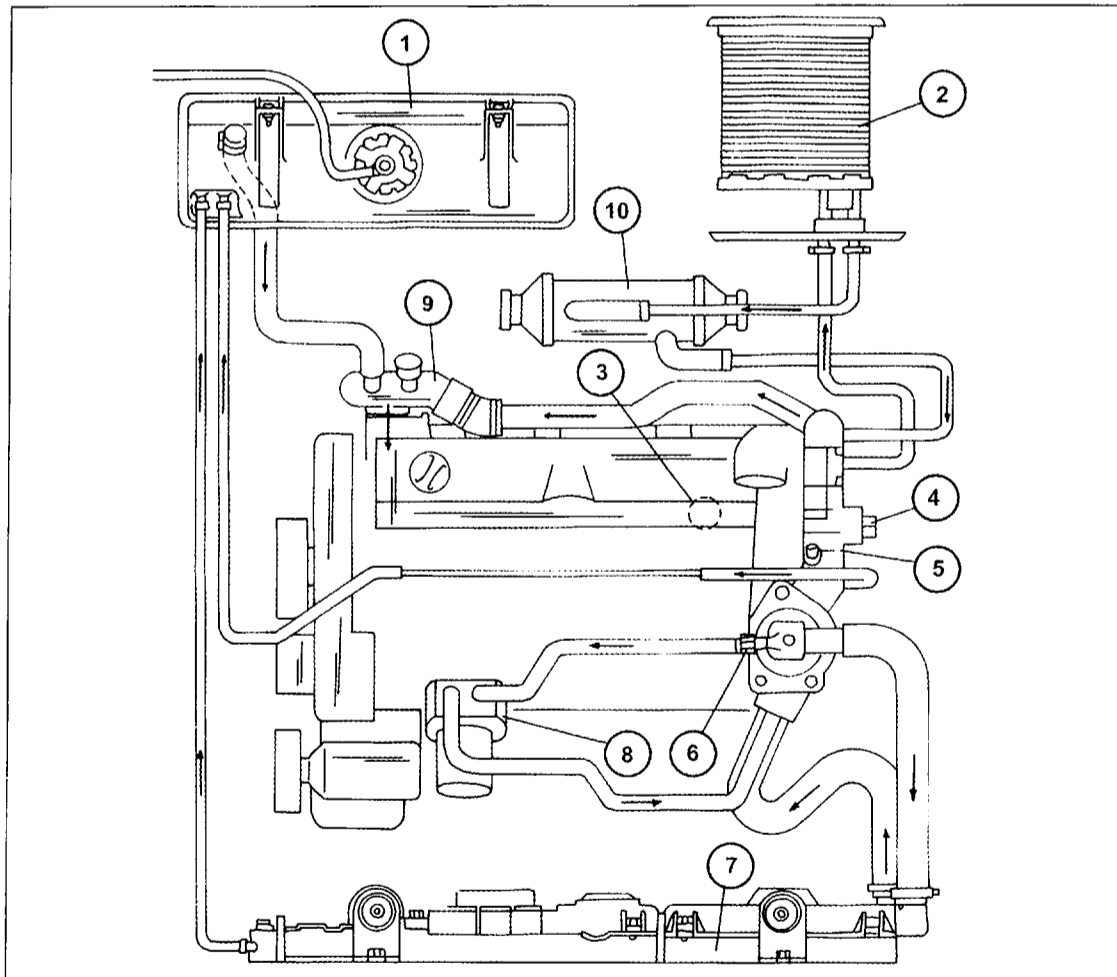

Bild 153
- Die oder den Ablassstopfen wieder einschrauben oder den Kühlerschlauch anschließen. Den Stopfen im Zylinder mit 25 Nm anziehen. Unbedingt eine gute Abdichtung herstellen. Bei einem 2.0-Liter-HDI-Motor die Entlüftungsschraube (6) in Bild 153 öffnen.